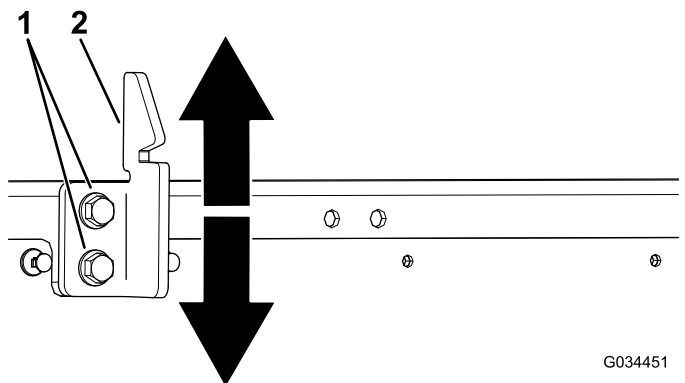

Figura 59
3. Afloje los 2 pernos en el cerradero del cierre de la plataforma y desplácelo hacia arriba o hacia abajo, en función de si está demasiado alto o bajo (Figura 59).
4. Apriete los 2 pernos del cerradero del cierre de la plataforma (Figura 59).